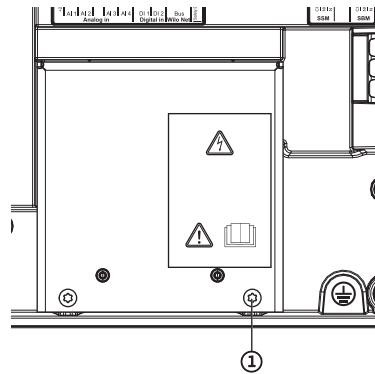

Fig. 114: Щиток электромагнитной совместимости
4. Открутить винты щитка электромагнитной совместимости (Fig. 114, поз. 1) и убрать щиток.